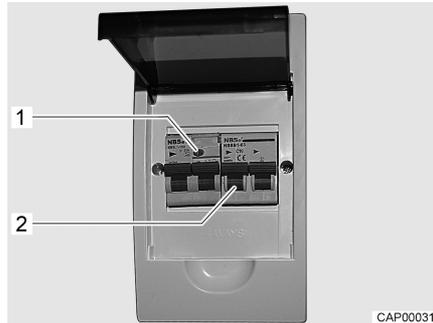

Bild 46 230-V-Sicherungskasten mit Leitungsschutzschalter und FI-Schalter
Ein Fehlerstrom-Schutzschalter (FI-Schalter) im Sicherungskasten sichert das gesamte Fahrzeug gegen Fehlerstrom (0,03 A) ab. Der nachgeschaltete Leitungsschutzschalter (10 A) (Bild 46,2) sichert das 230-V-Bordnetz ab.
- Wenn das Fahrzeug an die 230-V-Versorgung angeschlossen ist, die Prüftaste (Bild 46,1) drücken. Der Fehlerstrom-Schutzschalter muss auslösen.